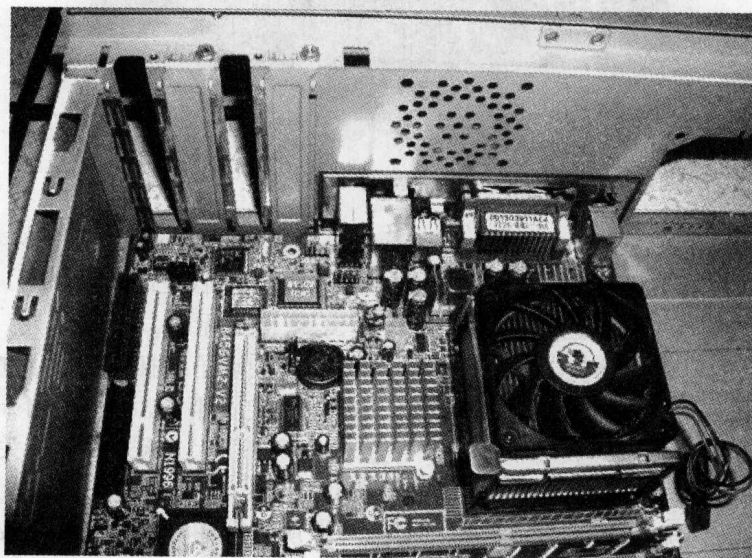

图 1-14 安装主板
(1) 主板的安装。
- ① 将机箱或主板附带的螺柱和塑料钉旋入主板和机箱的对应位置。
- ② 将机箱上的 I/O 接口密封片撬掉。提示:可根据主板接口情况,将机箱后相应位置的挡板去掉。这些挡板与机箱直接连在一起,需先用螺丝刀将其顶开,再用尖嘴钳扳下。外加插卡位置的挡板可根据需要决定,不需将所有挡板全部取下。
- ③ 将主板对准 I/O 接口放入机箱,如图 1-14 所示。